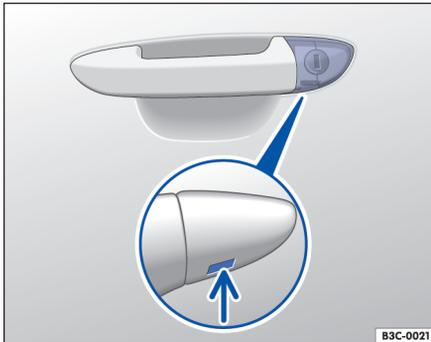

Fig. 171 Manilla de la puerta del conductor: botón de cierre oculto.
- Si el bombín de la cerradura está tapado, introduzca el paletón de la llave en la abertura existente en la parte inferior de la caperuza de la manilla de la puerta del conductor \Rightarrow fig. 171 (flecha) y levante la caperuza de abajo hacia arriba.